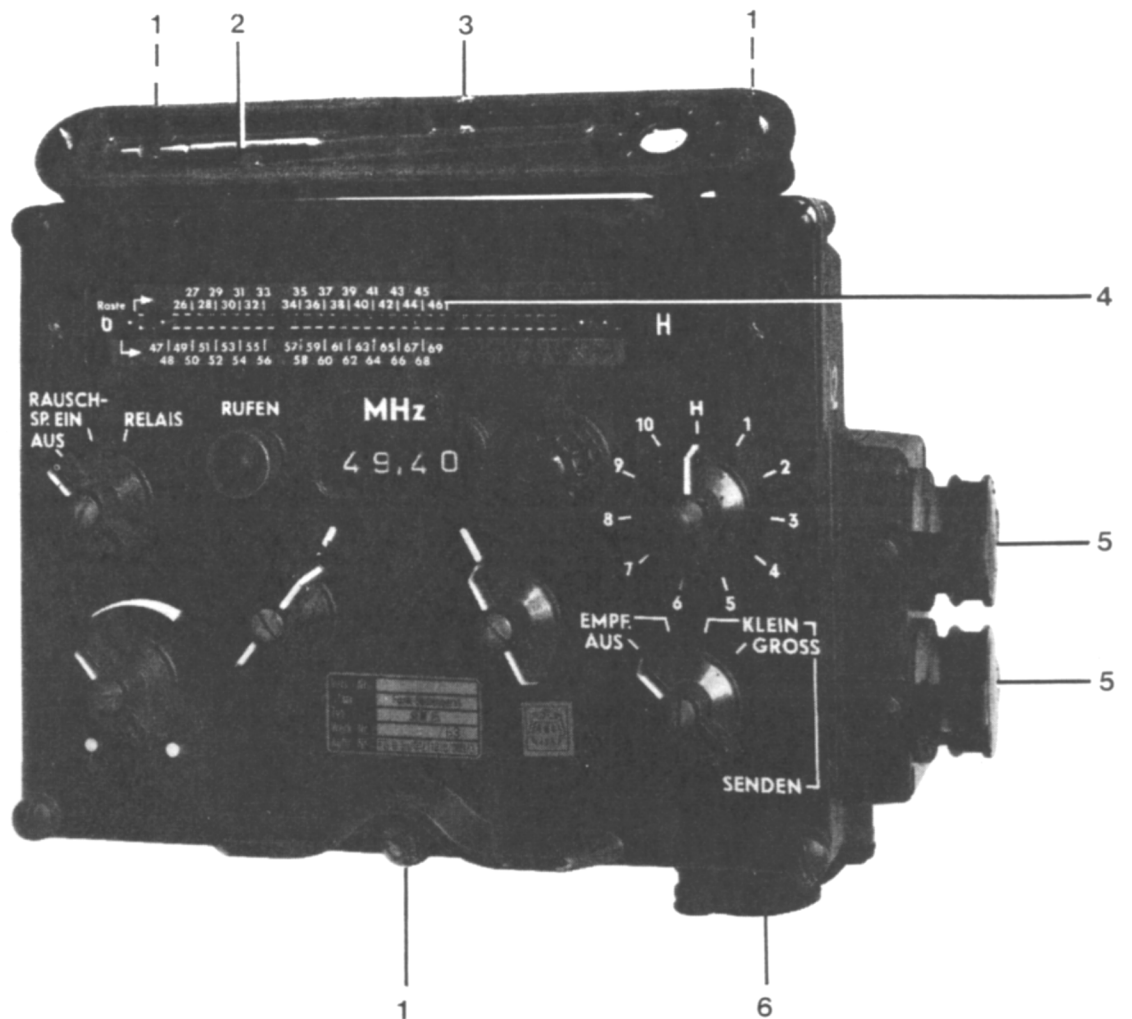

Bild 5 S/E-Bediengerät
- S/E-Bediengerät (Bild 5)
Das S/E-Bediengerät (Bild 5) wird mit den drei Schrauben (5/1) an der Frontplatte des Sender-Empfängers befestigt. An der Frontplatte des S/E-Bediengeräts ist eine Klappe (5/3) mit Sichtfenster angebracht. Sie deckt im geschlossenen Zustand die Einstellskala (5/4) zur Kanalvoreinstellung ab. Innerhalb des Sicht-